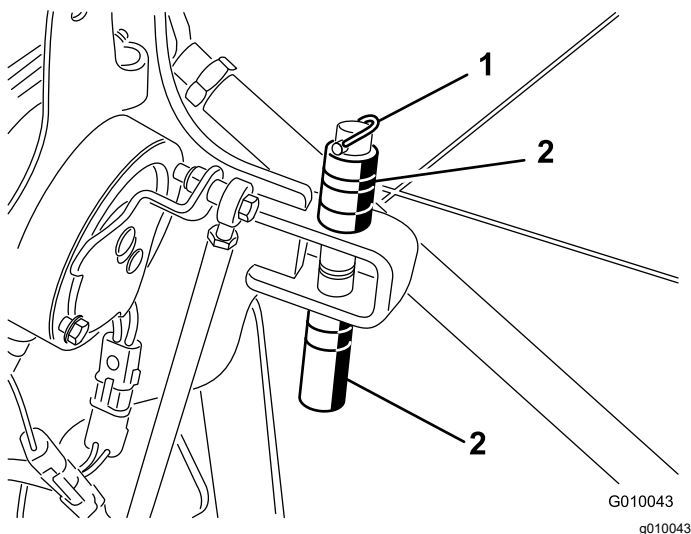

Figure 22
- Retirez la goupille à anneau qui retient les entretoises et les goupilles de profondeur (Figure 22).